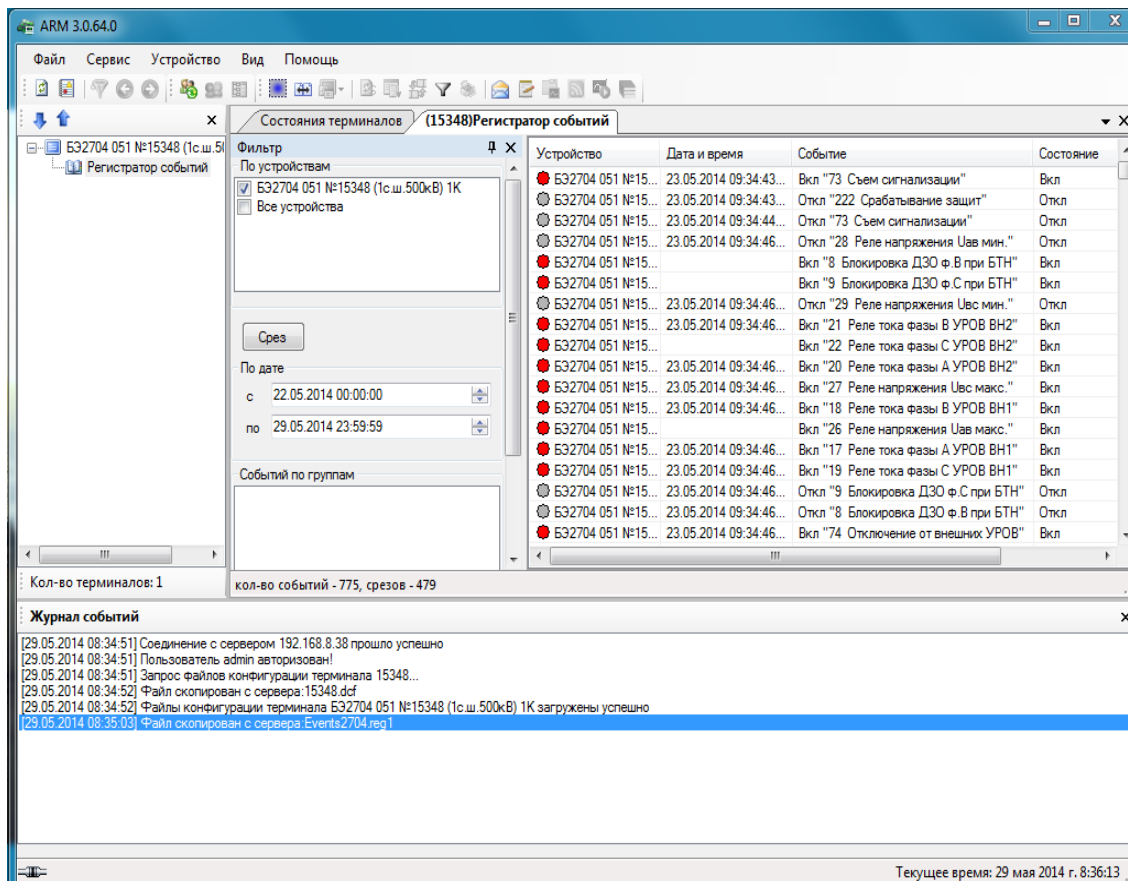

Рисунок 2.126
– в программе АРМ-релейщика в меню терминала БЭ2704 выбрать пункт **Регистратор событий**, в котором можно просматривать события (рисунок 2.126).